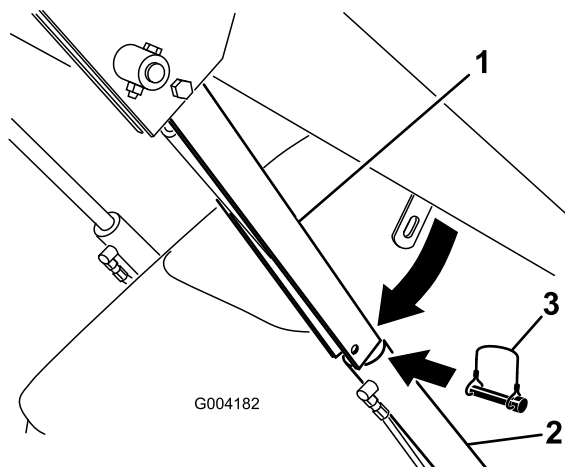

Figura 19
4. Rimuovere l'acciarino che assicura il blocco del cilindro al braccio carcatore (Figura 19).
5. Abbassare il blocco del cilindro sull'asta e fissatelo con l'acciarino (Figura 19).